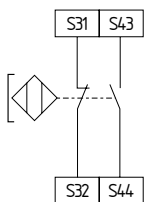

Fig. 14
8.3.3 Configuration capteur - Câblage à 2 canaux d'interrupteurs de sécurité magnétiques selon IEC 60947-5-3 (Fig. 14)